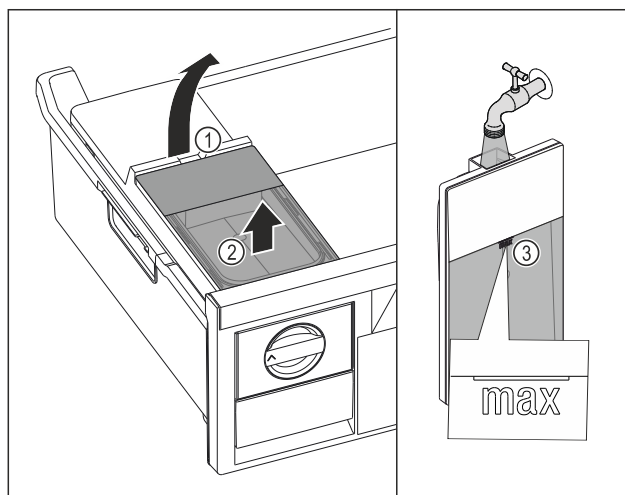

Fig. 48
- ▶ Watertank aan de uitsparing Fig. 48 (1) optillen.
- ▶ Watertank naar boven toe verwijderen. Fig. 48 (2)
- ▶ Watertank tot de markering Fig. 48 (3) vullen met drinkwater.